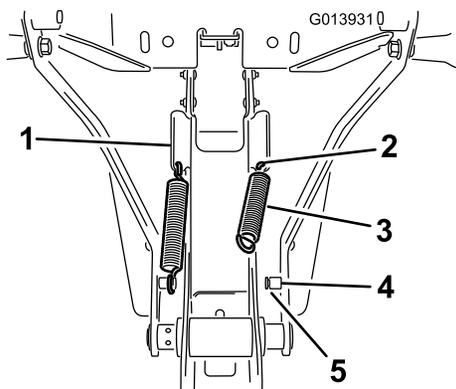

Figure 13
1. Accrochez le ressort dans le trou inférieur de la patte inclinée sur le côté du bâti (Figure 13).
2. Accrochez une extrémité du ressort dans le trou. À l'aide d'un outil approprié, étirez le ressort pour que l'extrémité opposée atteigne l'ergot dépassant sur le bras de berceau (Figure 13).
3. Vérifiez que le ressort est placé correctement dans la rainure de l'ergot (Figure 13).